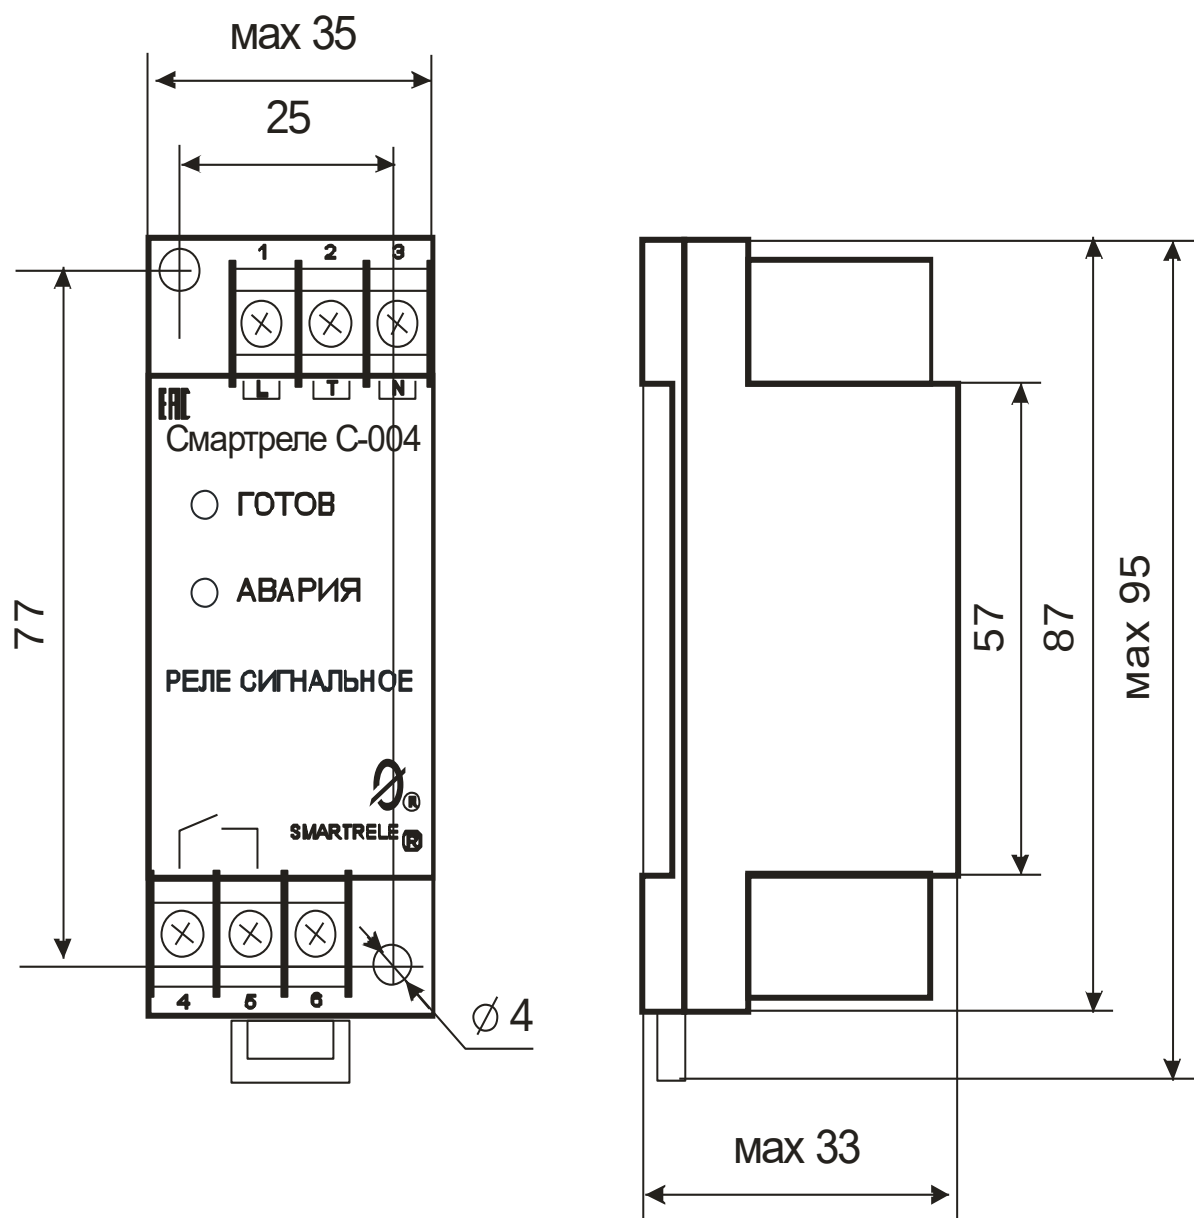

Рисунок 1 – внешний вид, габаритные и установочные размеры СМАРТРЕЛЕ C-004
4.1 Общий вид, габаритные и установочные размеры реле показаны на рис.1.